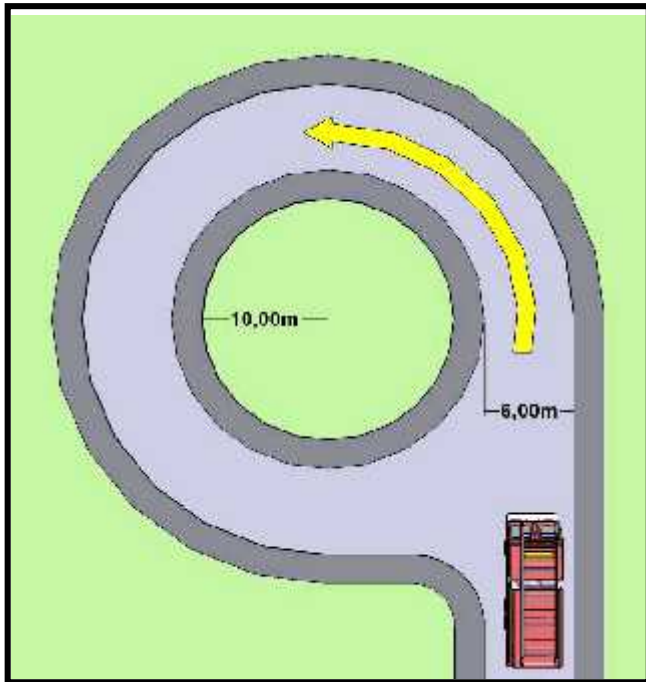
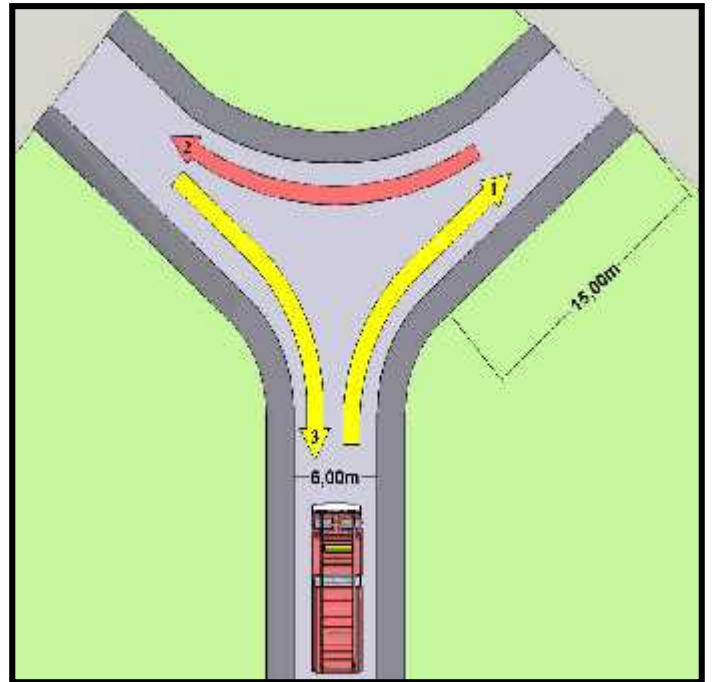
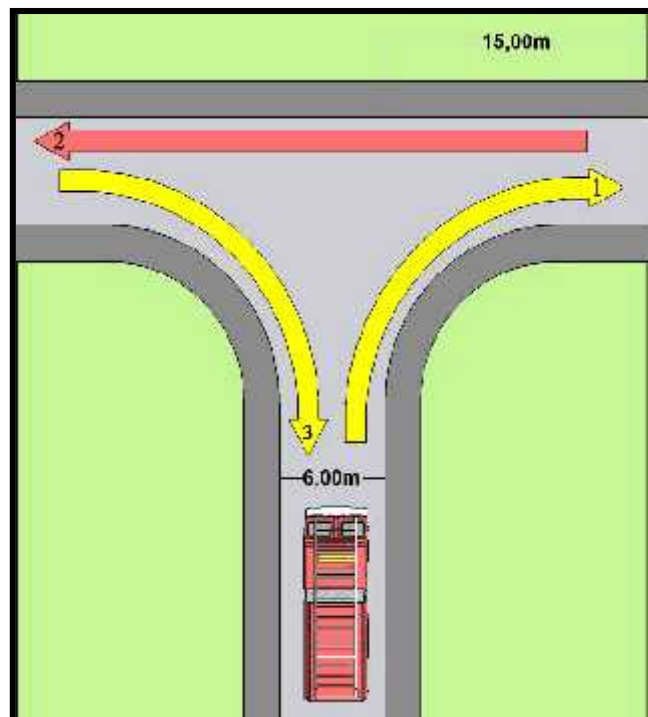

Figura 1 – Retorno circular
Figura 2 – Retorno em formato de "Y"
Figura 3 – Retorno em formato de "T"
5.1.4 A via urbana que exceda 45 m de comprimento deve possuir retorno circular (Figura 1), retorno em formato de “Y” (Figura 2) ou retorno em formato de “T” (Figura 3), respeitadas as medidas mínimas indicadas.